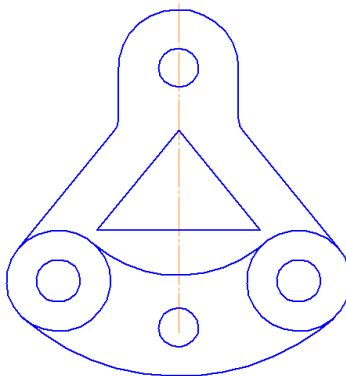

Рисунок 3.18 – Удаление вспомогательных линий
19. Выполните команду **Редактор – Удалить – Вспомогательные и кривые точки – В текущем виде** (рисунок 3.18).